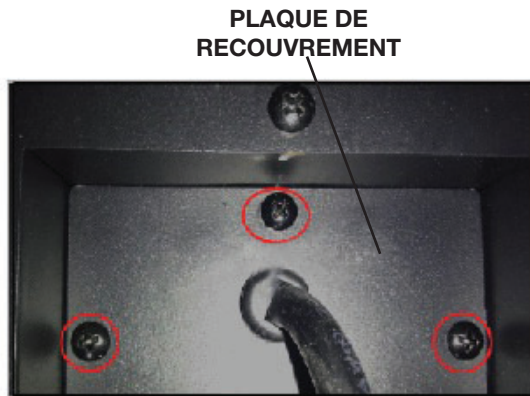

Fig. 1
- A. Retirez la plaque de recouvrement située sur le côté droit de l'appareil par retirez les 3 vis (**Fig. 1**).
- E. Réinstaller la plaque de recouvrement l'aide des 3 vis (**Fig. 1**).